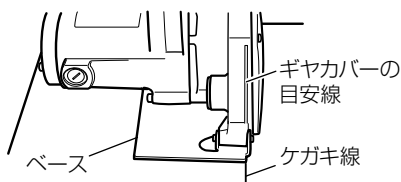

図 14
1. 切る材料の上に本体（ベース）をのせ、ケガキ線とダイヤモンドホイールは、ベースの側面とギヤカバーの目安線で合わせます。（図 14）